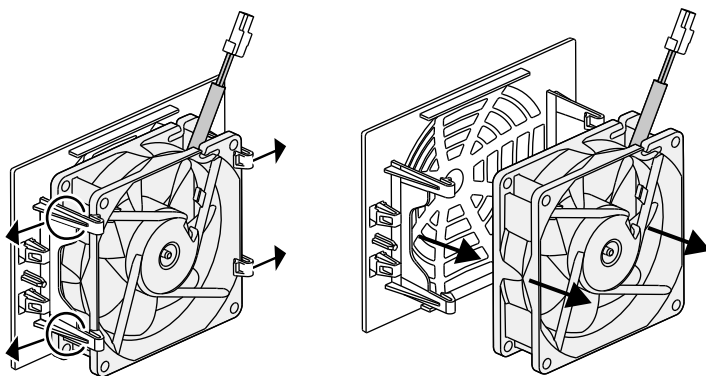

Bild 63: Demontera fläktgallret
5. Fläkten kan dessutom dras loss från luftgallret. Tryck därtill låstungorna utåt en aning och dra loss fläkten.  Bild 63